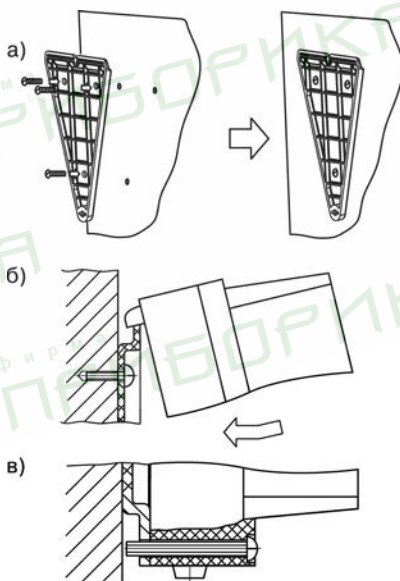

Рисунок 6.1 - Установка прибора в корпусе настенного крепления
1. Закрепите кронштейн тремя винтами М4 на поверхности, предназначенной для установки прибора (см. прил. А и **рис. 6.1, а**).
2. Зацепите крепежный уголок на задней стенке прибора за верхнюю кромку кронштейна (**рис. 6.1, б**).
3. Прикрепите прибор к кронштейну винтом из комплекта поставки (**рис. 6.1, в**).